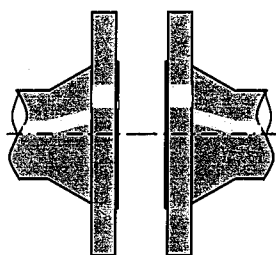

図3 面間が大きい
- フランジ面間が大きく開いていると、大きなボルト締付力を与えても、実際のガスケット面圧が小さく、漏れの原因となりますので修正してください。（図3参照）